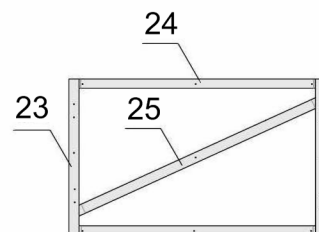

Рис. 8
- 3.5.1. Соедините две стойки форточка № 23 между собой двумя поперечинами форточка №24 (рис. 8).